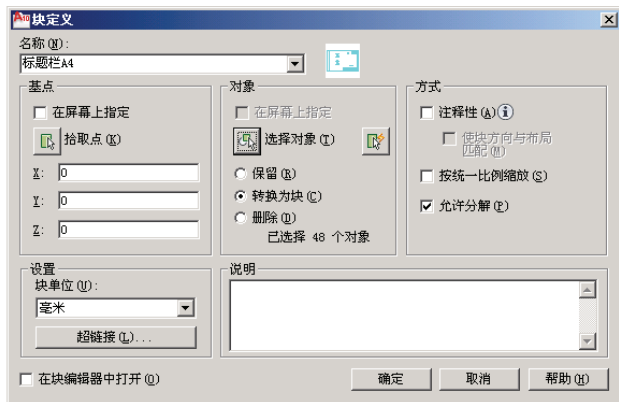

图 T7-4 “定义块”对话框
- ① 单击“绘图→块→创建”菜单，弹出“块定义”对话框，如图 T7-4 所示；
- ② 在“块定义”对话框中的名称栏输入“标题栏-A4H”；
- ③ 单击选择对象按钮，退回绘图屏幕；
- ④ 选择所有图线；
- ⑤ 回车结束对象选择，退回“块定义”对话框；